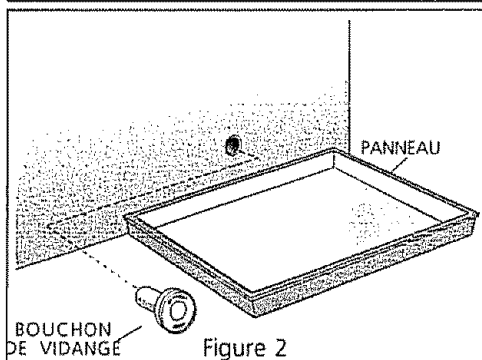

Figure 2
- **Sur les modèles horizontaux** avec vidange de l'eau de dégivrage, placez un récipient creux ou le diviseur/plateau de dégivrage (fourni avec certains modèles) sous l'orifice de vidange (Figure 2). Un adaptateur de tuyau de jardin d'un demi-pouce peut servir à vidanger le congélateur directement dans un drain de plancher (Figure 3). Sortez la bonde à l'intérieur du congélateur et enlevez le bouchon de vidange extérieur (Figure 4).